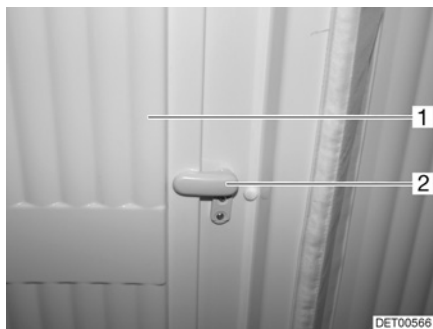

Bild 112 Verriegelung, Toilettenraum-Verkleidung
- Den Riegel (Bild 112,2) senkrecht stellen und das Innenteil (Bild 112,1) der Toilettenraum-Verkleidung ausklappen.
- Innenteil (Bild 112,1) der Toilettenraum-Verkleidung einklappen und den Riegel (Bild 112,2) waagrecht stellen.